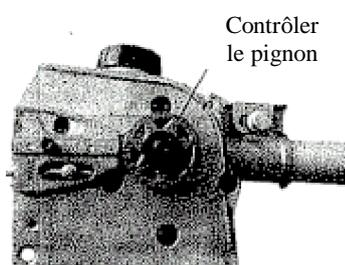

Figure 36
- Retirez le guide et nettoyez la rainure. Si le pignon est trop abîmé, remplacez-le par un neuf. Voir Figure 36.